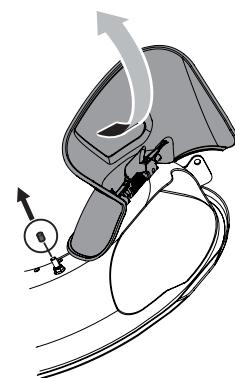

Figura 3
1. Haga pivotar el deflector del canal de descarga hacia arriba y quite la cubierta protectora de la clavija roscada que se encuentra en la superficie de la plataforma. Consulte Figura 3.